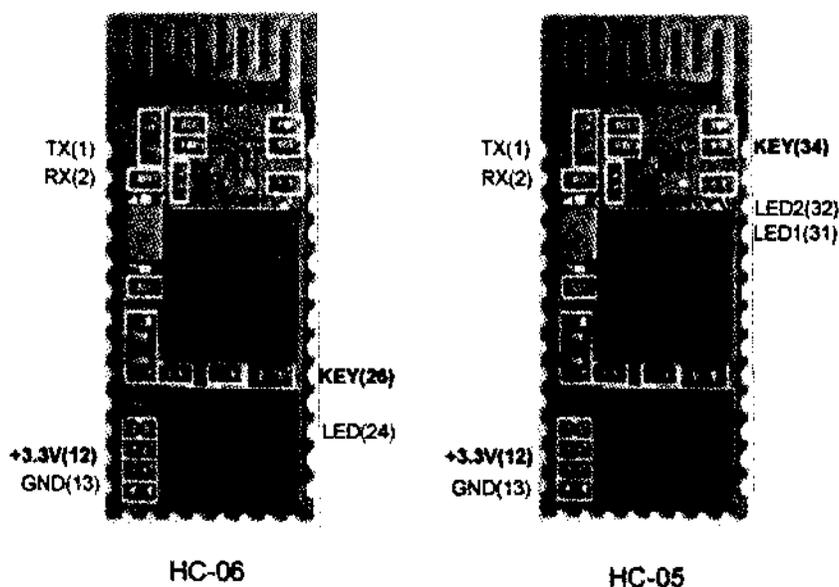

Рис. 6.11. Два варианта расположения управляющего входа KEY
Наиболее распространенными и часто покупаемыми являются модули **HC-06** и **HC-05**. Они состоят из двух микросхем (рис. 6.11), одна из них — собственно сам трансивер Bluetooth, а вторая — это микросхема памяти. Визуально они неразличимы, т. к. аппаратная часть у них одинаковая, отличается только прошивка. HC-06 может работать только в режиме slave (ведомый), т. е. только отвечать на приказ установить связь, поступающий от старшего ведущего устройства — компьютера или смартфона, и имеет очень ограниченную систему команд. Модуль HC-05 может работать как в режиме master (ведущий), так и в режиме slave. Система команд этого модуля намного обширнее и отличается по синтаксису от HC-06. Также отличается и процедура перевода модуля в режим настройки. Если модули нужны вам только для связи с коптером, постарайтесь приобрести именно HC-06.
Итак, изначально мы предполагаем, что в наших руках модуль HC-06 (07). Если у него новая версия прошивки Linvor1.8, то для перевода в режим приема AT-команд не потребуется соединять вывод KEY(26) (см. рис. 6.11) с напряжением питания +3,3 В.
Для перевода модуля HC-05 в режим настройки необходимо соединить вывод (34) с выводом (12) и подать питание (см. рис. 6.11). В режиме настройки модуль *всегда* будет доступен на скорости 38 400 бод независимо от того, какая скорость была задана ранее для рабочего режима.